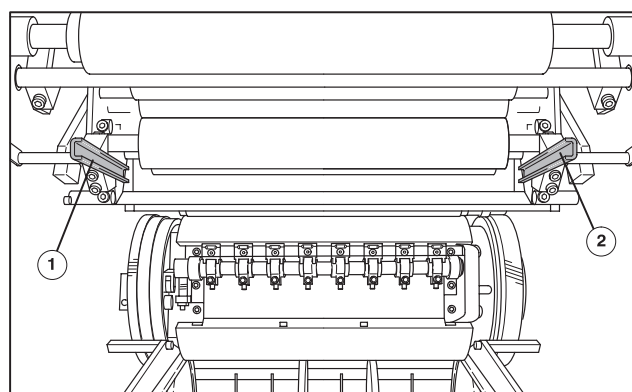

Рис. 65 Направляющие краскоулавливающего поддона
- ① Вставить краскоулавливающий поддон в направляющие на боковых стенках на стороне привода (Рис. 65/①) и стороне обслуживания (Рис. 65/②) и задвинуть до упора.
- ② Установить устройство для смывки красочного аппарата.